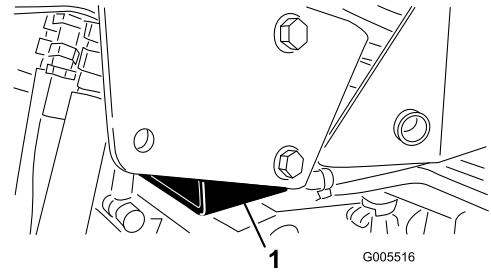

**Figure 28**
- Côté droit – sous l'appui de cric et adjacent au support du système antiretournement (ROPS) (Figure 28)